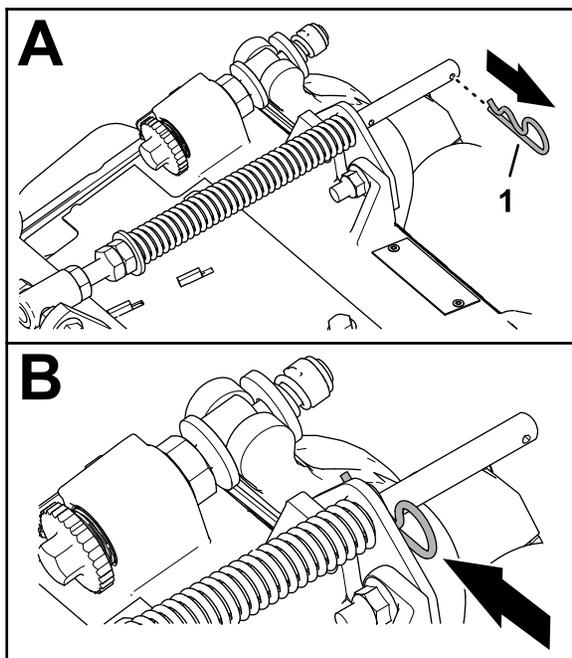

Рисунок 17
1. Если в заднем отверстии штока пружины компенсации установлен игольчатый шплинт, извлеките его и вставьте в отверстие рядом с кронштейном (Рисунок 17).